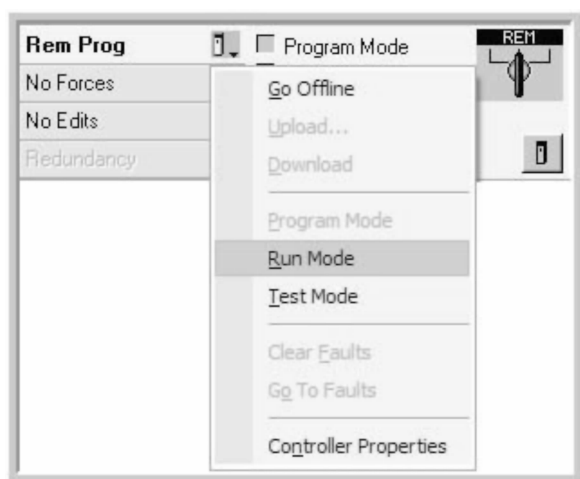

图 25-44 选择运行模式
4. 将控制器设为运行模式。请注意，如果控制器已处于运行模式，则可跳过此步骤。可以单击模式下拉箭头并选择“运行模式”（Run Mode），也可以将控制器开关旋至运行位置，如图 25-44 所示。